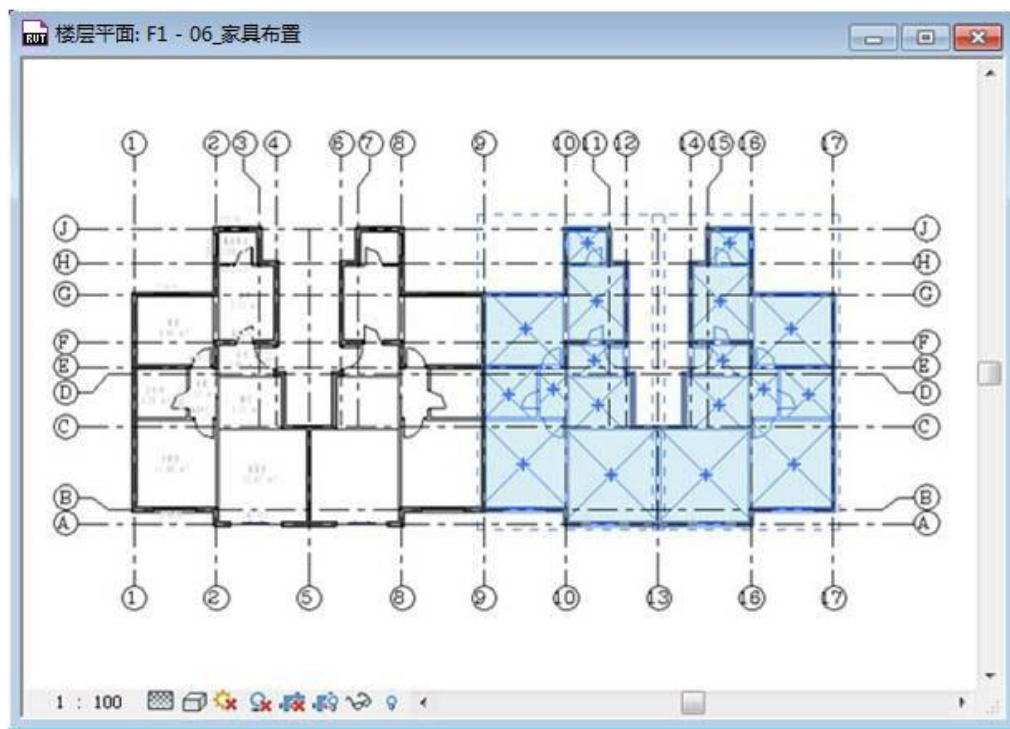

图 3-6
- 6) 选择现有的两个模型组,同样的方法单击“修改模型”上下文选项卡>“修改”面板>“镜像”工具,光标移动到绘图区域,以9轴为中心镜像现有两个模型组(如图3-6示)。